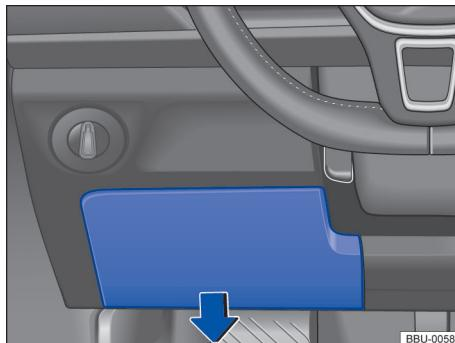

Fig. 158 No painel de instrumentos no lado do condutor: cobertura da caixa de fusíveis.
- Puxe a parte inferior da cobertura no sentido da seta → **Fig. 158** e remova a cobertura para baixo.
- Para *montá-la*, introduza por baixo no painel de instrumentos e pressione no sentido contrário ao da seta → **Fig. 158** até que o travamento encaixe de forma audível.